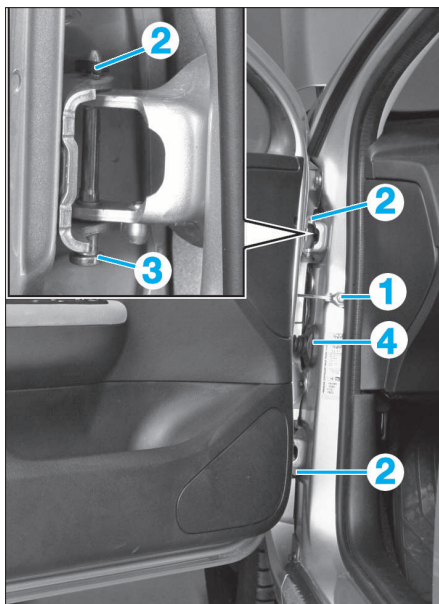

FIG. 36
• Déposer (Fig.36) :
- la fixation (1) du tirant de porte
- les clips (2) d'axe de charnières
- les axes de charnière (3) (à l'aide de l'outil [2])
- le connecteur (4)